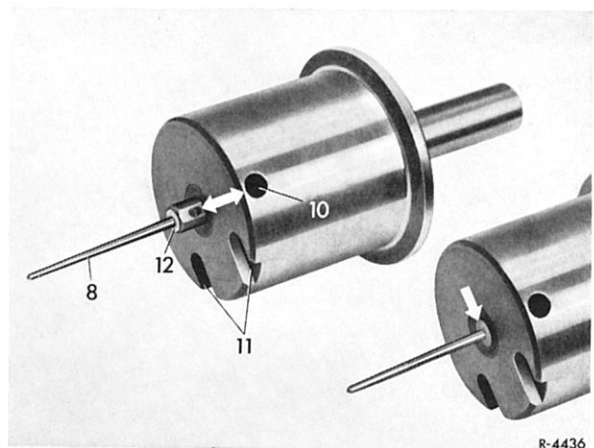

Bild 07-4/3a
5 Düsennadel (8) so weit in die Bohrung des Luftkolbens hineinschieben, bis der zylindrische Teil der Düsennadel genau eben mit dem Boden des Luftkolbens ist (Pfeil im Bild 07-4/3).
Mit beweglicher Düsennadel, Düsennadel (8) so montieren, daß die angefräste Fläche zur Befestigungsschraubenbohrung (10) zeigt und das Kunststoffplättchen (12) genau eben mit dem Boden des Luftkolbens abschließt (Bild 07-4/3a).